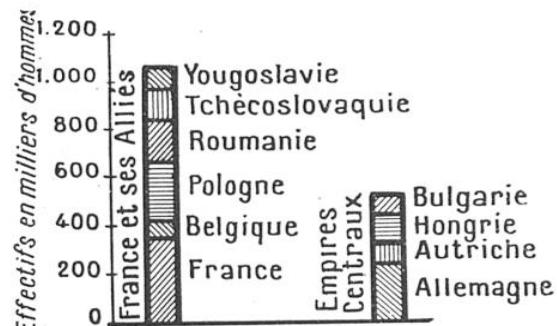
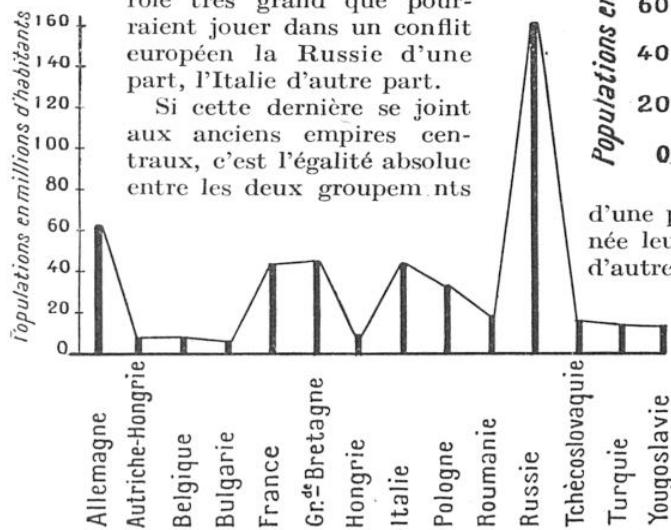

FIG. 6. — EFFECTIFS DES ALLIÉS ET DES EMPIRES CENTRAUX, D'APRÈS LEURS BUDGETS
FIG. 8. — POPULATIONS DES DIVERS ÉTATS EUROPÉENS QUI ONT PRIS PART A LA GUERRE DE 1914-1918
FIG. 7. — SCHÉMA DE L'AMPLIFICATEUR, RELIÉ, D'UNE PART, A LA LAME « A » DE L'APPAREIL PRÉSENTÉ PAR LA FIGURE 6 ET, D'AUTRE PART, A UN OSCILLOGRAPHIQUE, ET QUI PERMET D'OBTENIR LES COURBES DE LA FIGURE 8
La méthode de scintillations était seule employée, jusqu'à ces dernières années, pour étudier ces nouveaux phénomènes ; de récentes recherches, effectuées en Angleterre, en Allemagne, en France, enfin, par MM. Maurice de Broglie et Leprince-Ringuet, utilisent des procédés plus compliqués, mais plus délicats et plus sûrs ; l'appareil employé par les deux physiciens français est une boîte cylindrique en métal (fig. 6) dans laquelle on peut faire le vide ; deux bras mobiles à l'intérieur portent : l'un, P, la préparation active de polonium (1), génératrice de rayons alpha ; l'autre, F, la substance à désintégrer ; les rayons H, produits par la désintégration, s'engagent dans un orifice G, qu'on peut munir d'écrans absorbants formés par des lames minces de mica ; ils pénètrent ensuite dans une chambre d'ionisation, où les ions produits sont recueillis par une lame isolée A, reliée elle-même à un oscilloscopie par l'intermédiaire d'une lampe triode et d'un système amplificateur, dont la figure 7 donne le schéma. Chaque entrée d'un corpuscule H dans la chambre d'ionisation se traduit alors, dans l'oscilloscopie, par un déplacement brusque de l'équipage mobile, qu'un rayon lumineux inscrit photographiquement sur un film en déroulement continu ; on obtient ainsi
FIG. 6. — APPAREIL EMPLOYÉ PAR LES DEUX PHYSICIENS FRANÇAIS MAURICE DE BROGLIE ET LEPRINCE-RINGUET, POUR ÉTUDIER AVEC PRÉCISION LES PHÉNOMÈNES DE DÉSINTÉGRATION DES ATOMES
des inscriptions d'une netteté remarquable (fig. 8), qu'on peut ensuite étudier à loisir.
FIG. 8.— LES DEUX COURBES DU HAUT REPRÉSENTENT LA BANDE OBTENUE DANS LA DÉSINTÉGRATION DE L'ALUMINIUM, APRÈS 11 CENTIMÈTRES ET 24 CENTIMÈTRES D'ABSORPTION PAR L'AIR DES RAYONS « H ». CELLES DU BAS CORRESPONDENT A L'ENREGISTREMENT DES RAYONS « ALPHA » SUR LE MÊME PARCOURS ET LA BANDE DUE AU SOUFFLE SEUL DE L'APPAREIL AMPLIFICATEUR (FIG. 7)